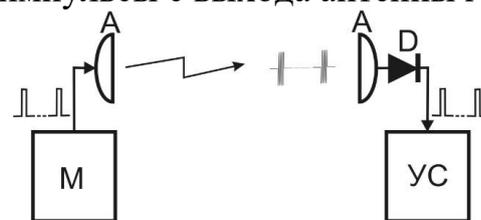
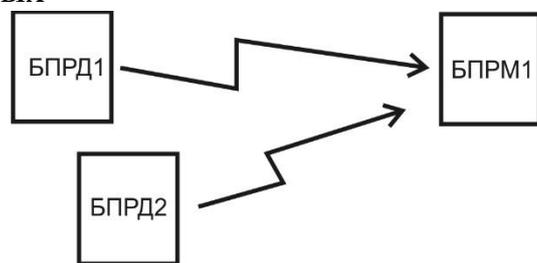

Рис. 6.11
Рис. 6.12
6.3.5.2 Антенна А БПРД, под управлением модулятора М, излучает в направлении антенны А БПРМ радиоимпульсы (см. рис. 6.11). Радиоимпульсы с выхода антенны А (БПРМ) поступают на детектор D, с выхода которого – на узел синхронизации УС. УС определяет их положение во времени и пропускает в узкие «временные ворота» для обработки и принятия решений. Идентификация «собственного» БПРД1 (рис.6.12) при «засветке чужим» соседним БПРД2 достигается выбором разных частотных литер БПРД1 и БПРД2, см п. 6.3.2.2.